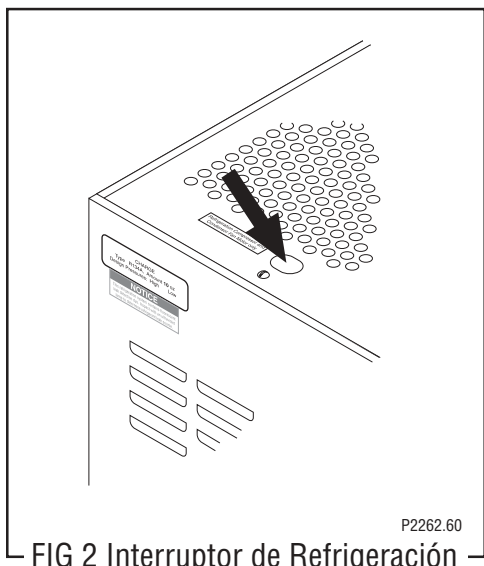
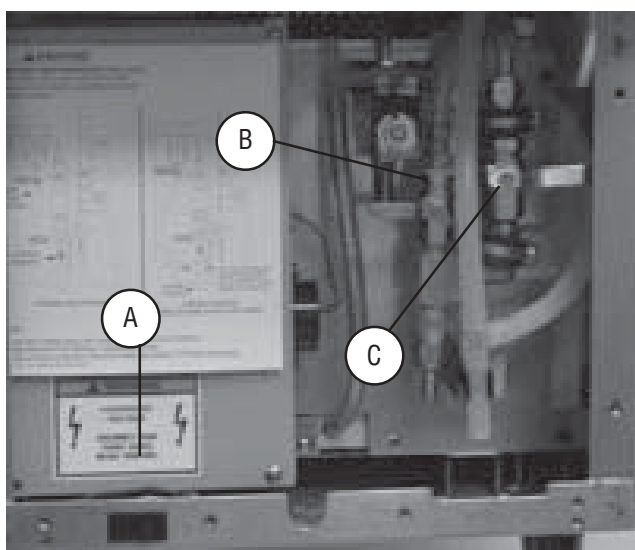

FIG 2 Interruptor de Refrigeración
FIG 3 Interruptor de Higienización & Válvulas de Agua
3. Verifique que la Válvula Principal de Agua y la Válvula de Agua de Lavado de la Fig 3, estén cerradas (palancas posicionadas a las 3 en punto y a las 9 en punto, respectivamente), y que el Interruptor de Refrigeración de la Fig 2, esté en la posición OFF (trasero).